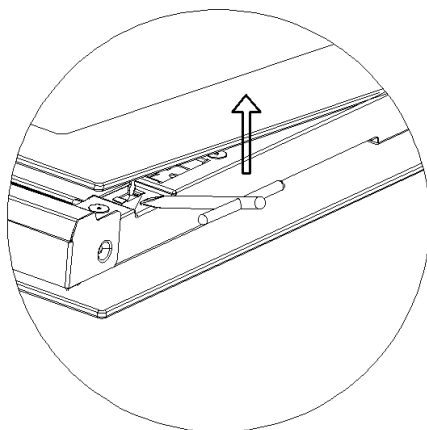

Figura 3
2. Para aumentar ② como se muestra en la Figura 3, apunte la herramienta bilateralmente para aflojar el vidrio interior.